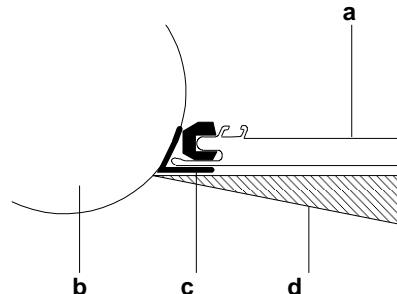

fig 2
- Die Bug-Elemente haben eine obere und eine untere Seite. Die obere Seite ist durch einen Aufkleber gekennzeichnet der eine Sonne zeigt (11).
- 2. **Schieben** Sie das Bug-Element (1) in den Bugwinkel ein.
- 3. **Kielement** 7 so weit unterso weit unter das Element 1 schieben, bis die Anschläge erreicht sind [Abb.2].
- 4. **Kielement** (8) und (9) in Form eines Daches einsetzen [Abb.2].